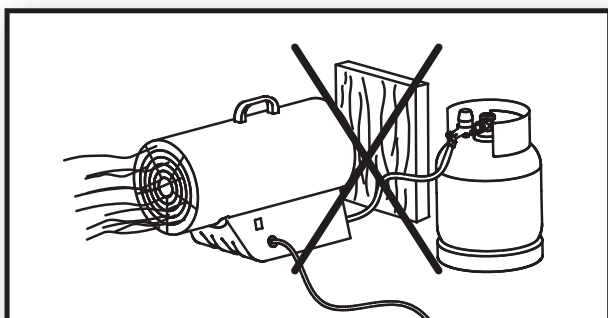

Fig. 3
► **2.13.** Este strict interzisă blocarea parțială sau totală a prizei de aer (partea posterioară) și/sau gura de ieșire a aerului (partea anterioară) (Fig. 3). Nu folosiți nici un fel de dispozitiv pentru canalizarea aerului de la/spre generator. Asigurați-vă să nu fie blocate orificiile pentru aspirația aerului aflate pe fundul bazei (în cazul modelelor care sunt prevăzute cu acest sistem).